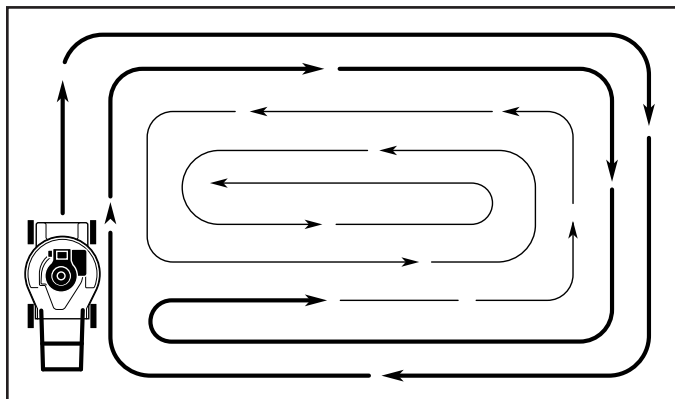

FIG. 10
- Quand vous utilisez une tondeuse à gazon à décharge latérale, tondez dans le sens contraire des aiguilles d'une montre en commençant à l'extérieur de la surface à tondre pour étaler l'herbe coupée plus régulièrement et réduire l'effort du moteur. Pour garder l'herbe coupée hors des allées, des parterres, etc., tondez la périphérie de la zone à tondre dans le sens des aiguilles d'une montre (Voir Fig. 10).